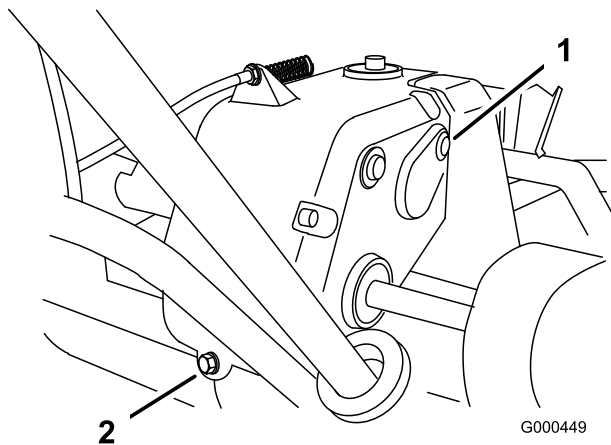

Figure 27
2. Retirez le bouchon de contrôle/remplissage du côté droit de la transmission (Figure 27).